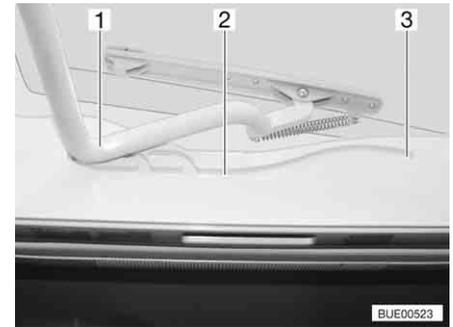

Fig. 111 Claraboya Heki, guía
- Tirar la horquilla (Fig. 111,1) en las guías (Fig. 111,2) hasta la posición trasera final (Fig. 111,3).
- Empujar el estribo (Fig. 111,1) ligeramente hacia arriba con ambas manos.
- Tirar el estribo en las guías (Fig. 111,2) hasta la posición deseada.